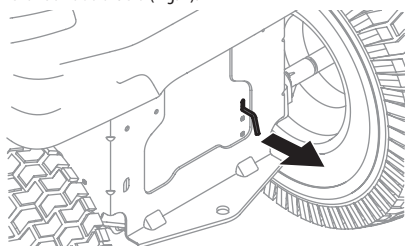

Fig. 1
1. Aople la varilla de derivación de la transmisión para mover el tractor manualmente sin ponerlo en marcha. La varilla de derivación de la transmisión está ubicada en la parte trasera del tractor, sobre el bastidor. Aople la varilla de derivación tirando hacia afuera (Fig. 1).
2. Después de mover el tractor, desacople la varilla de derivación hidrostática empujando la varilla hacia adentro (Fig. 1).